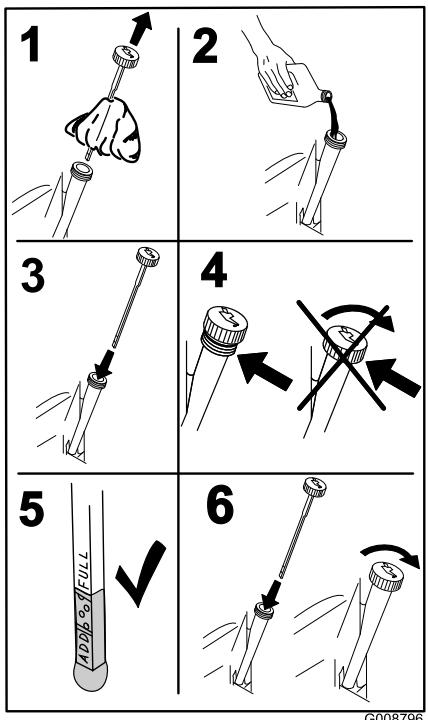

Figura 39
4. Vierta lentamente un 80% aproximadamente del aceite especificado por el tubo de llenado, luego añada lentamente el resto del aceite hasta que llegue a la marca **Full** (Figura 39).